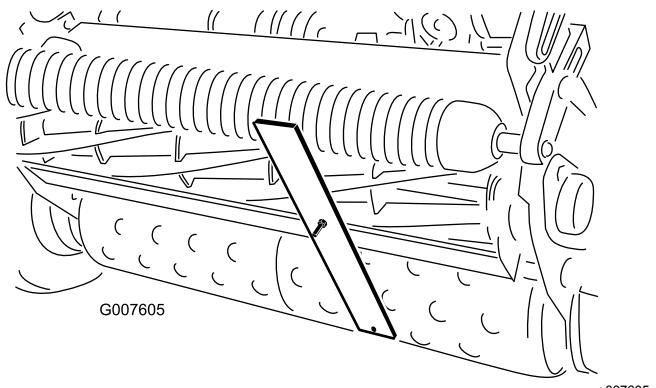

Figura 51
- Enganche la cabeza del tornillo sobre el filo de la contracuchilla y apoye el extremo trasero de la barra sobre el rodillo trasero (**Figura 51**).